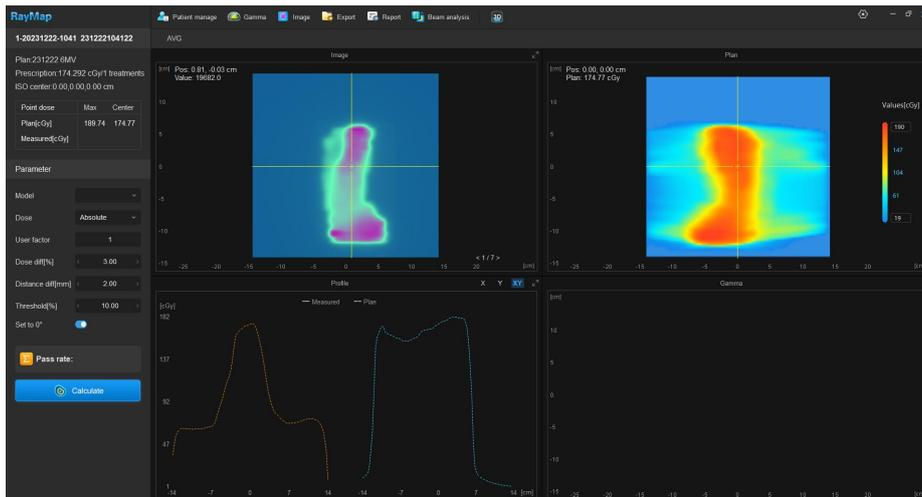

图5-4 2D分析图像界面-仅匹配无分析
(3)界面中间为分析图像界面。若当前记录仅进行测量数据匹配并未进行分析计算时，分析图像界面显示测量采集图“Image”，计划剂量图“Plan”，剂量离轴曲线对比图“Profile”（此时仅有以虚线所示的计划剂量曲线）以及空的伽马分布图（Gamma），如图5-4所示；若当前记录已经进行匹配和分析计算，则该界面显示计算剂量图“Dose”，计划剂量图“Plan”，剂量离轴曲线对比图“Profile”以及伽马分布图“Gamma”。